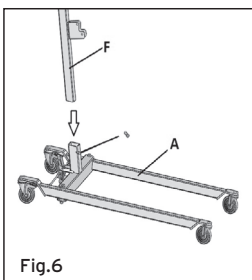

Fig.6
2. Introduzca el mástil en la cavidad prevista en la base. (Fig.6)
3. Enrosque el tornillo que bloquea el mástil en la base y atornille bien. (Fig.6)